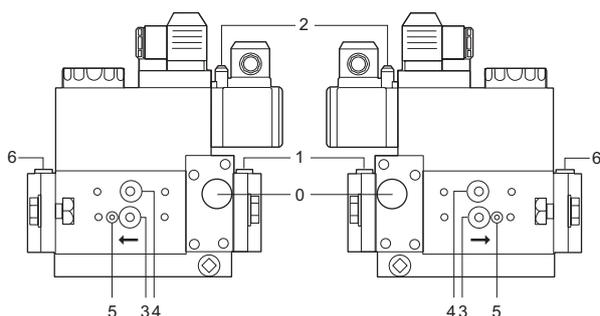
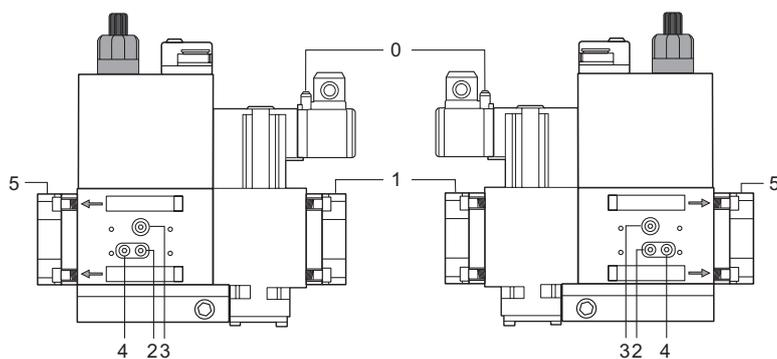

Рис. 42
Рис. 45
- Чистка и контроль патрона газового фильтра, при необходимости его замена (см. Рис. 42 и Рис. 45)